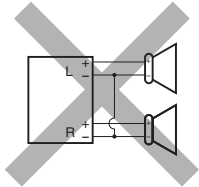
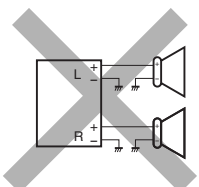
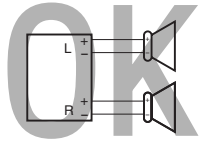

Fig. 1
Fig. 2
Fig. 3
- **If the speaker wiring in your car is as illustrated in Fig. 1 and Fig. 2 below, DO NOT** connect the unit using that original speaker wiring. If you do, the unit will be seriously damaged. Redo the speaker wiring so that you can connect the unit to the speakers as illustrated in Fig. 3.
- **If the speaker wiring in your car is as illustrated in Fig. 3,** you can connect the unit using the original speaker wiring in your car.
- **Si el conexionado de altavoz de su automóvil es como se indica en las Figs. 1 y 2 de abajo,** NO conecte la unidad utilizando ese conexionado de altavoz original. Si lo hace, se producirán daños graves en la unidad. Vuelva a efectuar el conexionado de altavoz de manera que pueda conectar la unidad a los altavoces de la manera indicada en la Fig.3.
- **Si el conexionado de altavoz de su automóvil es como se indica en la Fig.3,** podrá conectar la unidad utilizando el conexionado de altavoz original de su automóvil.
- **Si le câblage des enceintes de votre voiture est réalisé comme montré sur la Fig. 1 ou Fig. 2 ci-dessous, NE CONNECTEZ PAS** l'appareil en utilisant ce câblage original d'enceintes. Si vous le faites, l'appareil sera sérieusement endommagé. Recommencez le câblage des enceintes de façon que vous puissiez connecter l'appareil aux enceintes comme montré sur la Fig. 3.
- **Si le câblage des enceintes de votre voiture est comme montré sur la Fig. 3,** vous pouvez connecter l'appareil en utilisant ce câblage original d'enceintes pour votre voiture.